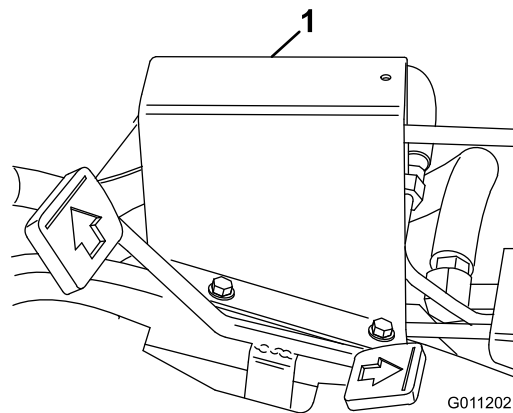

Bild 41
1. Stellen Sie die Spulen 1, 2 und 3 auf Neutral (Mitte der Wegstrecke) und entfernen den Schutz der Übertragungsstange vom Fußbrett (Bild 41).